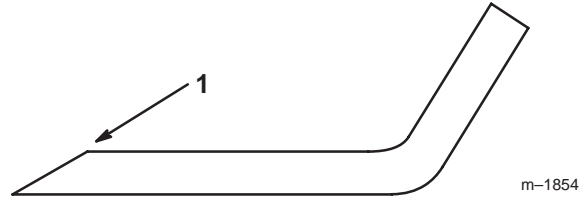

Figure 14
1. Au moyen d'une lime, aiguisez les tranchants aux deux extrémités de la lame (Fig. 14) en veillant à conserver l'angle de coupe d'origine. Limez la même quantité de métal sur chacun des deux tranchants pour ne pas déséquilibrer la lame.